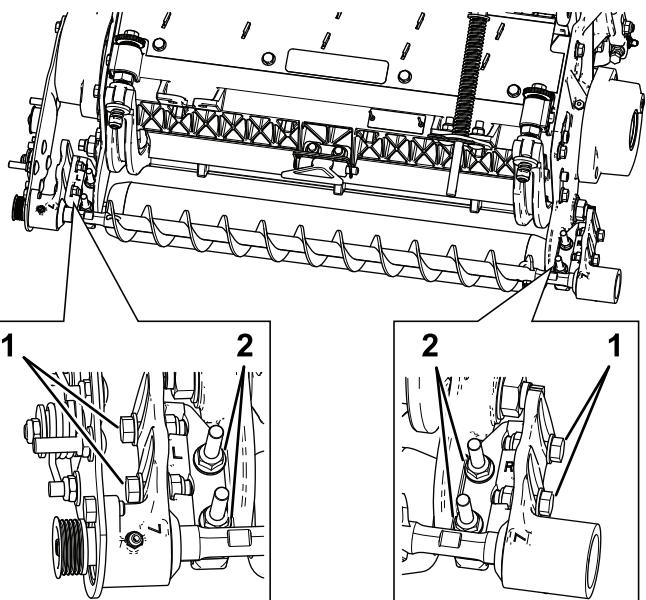

Figura 11
- Desaperte as (2) porcas flangeadas de retenção que fixam o suporte de montagem da escova do rolo à placa lateral da unidade de corte (Figura 11).
- Rode a caixa de rolamentos da escova do rolo, até que a placa da escova fique paralela à placa lateral da unidade de corte (Figura 11).
- Aperte as duas porcas de bloqueio flangeadas que fixam o suporte de montagem da escova do rolo à placa lateral da unidade de corte (Figura 11).
1. Desaperte os dois parafusos que fixam a caixa de rolamentos da escova do rolo ao suporte de montagem do mesmo (Figura 11).